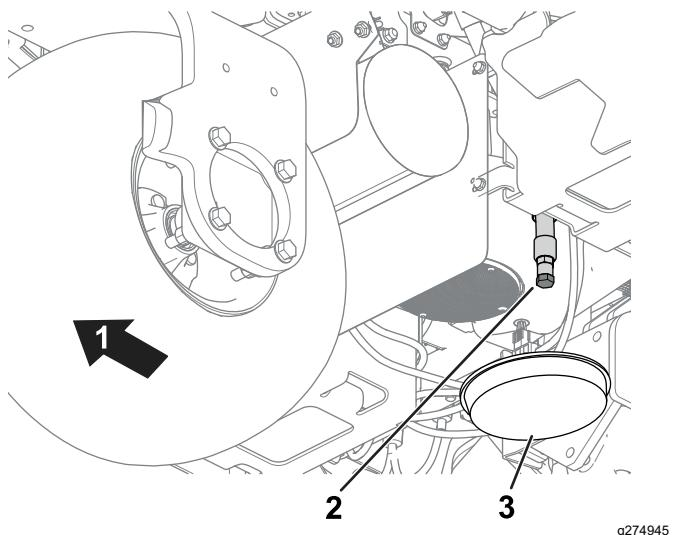

Figura 40
1. Retire el tapón de vaciado (Figura 40) y deje fluir el aceite a un recipiente apropiado.
2. Limpie las roscas del tapón de vaciado e instale el tapón de vaciado (Figura 40).